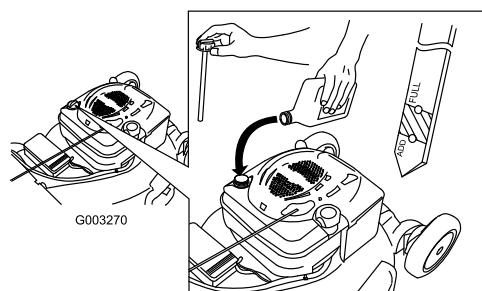

Figura 8
1. Retire la varilla (Figura 8).
2. Vierta lentamente aceite en el tubo de llenado hasta que el nivel llegue a la marca Full de la varilla (Figura 8). **No llene demasiado.** (Capacidad máxima: 0,59 l (20 onzas, tipo: SAE 30W, aceite detergente con clasificación de servicio API SF, SG, SH, SJ, SL o superior.)